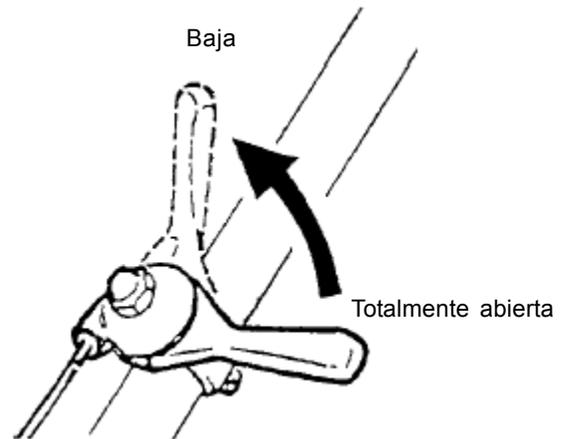

Figura 10. Palanca del acelerador (Baja)
1. Mueva la palanca del acelerador rápidamente desde su posición **TOTALMENTE ABIERTA** a **BAJA** (Figura 10) y deje el motor funcionando por tres minutos a su velocidad baja. Después deje que el motor se **enfríe**, gire el interruptor de encendido/parado hacia su posición de «**PARO**» (Figura 6) hasta que el motor se apague por completo.